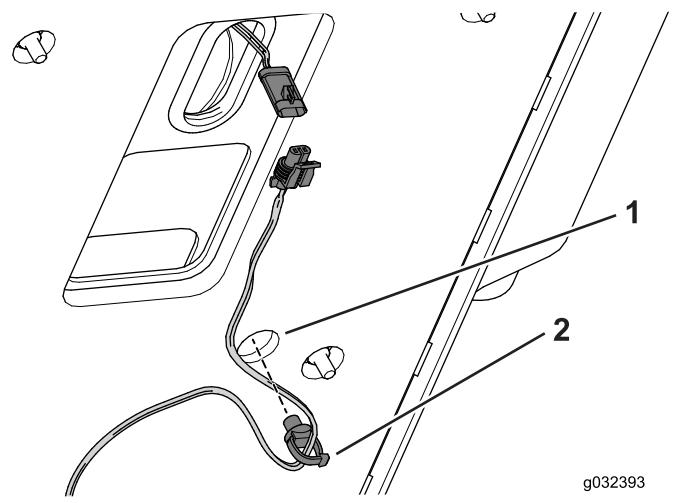

Figure 7
6. Fixez le serre-câble au fond de la plate-forme du siège (Figure 7).
7. Branchez le contacteur du siège au faisceau de câblage (Figure 7).